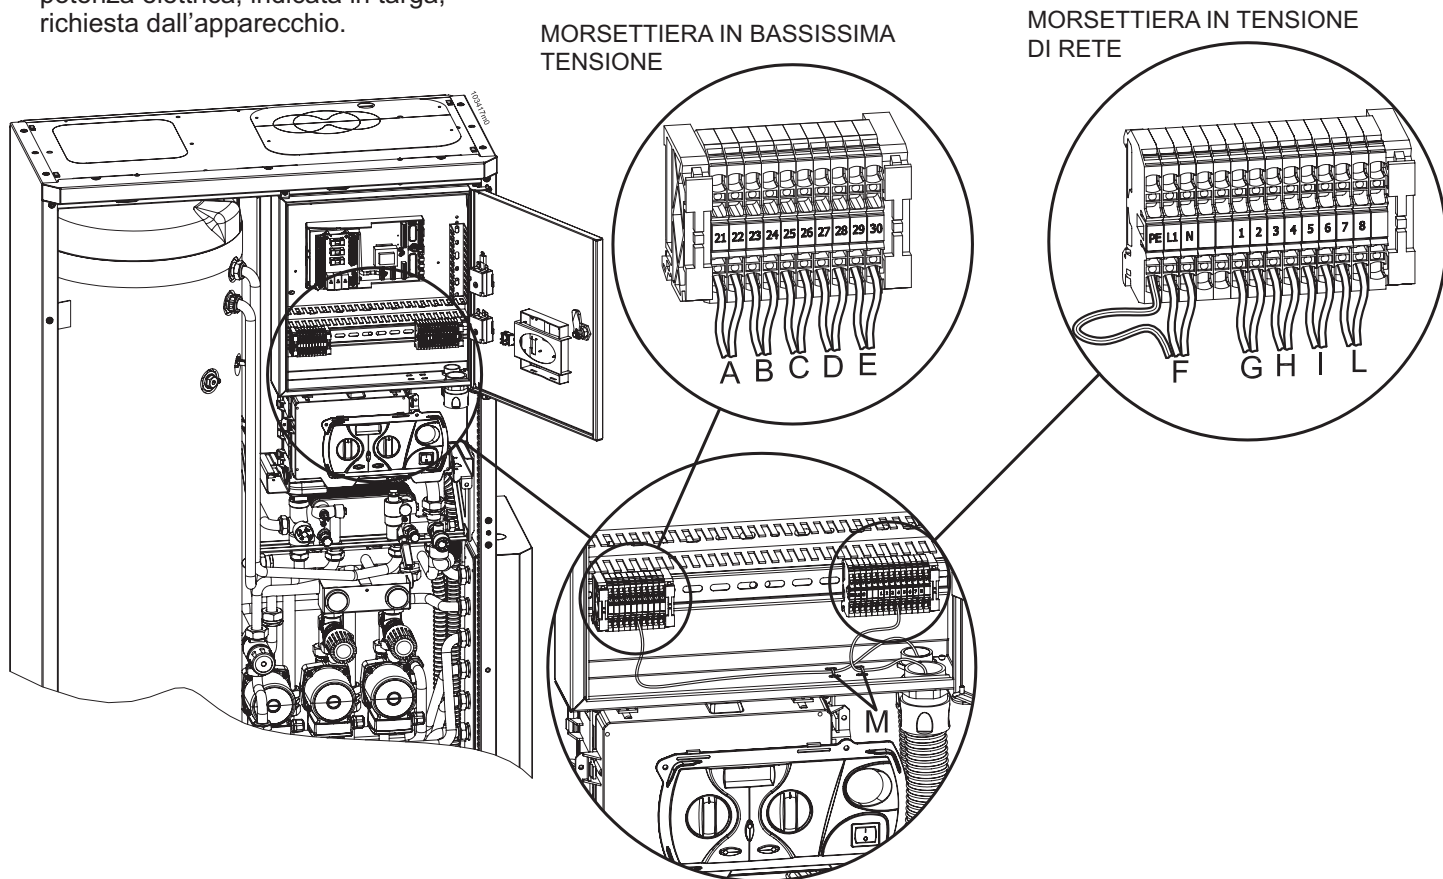
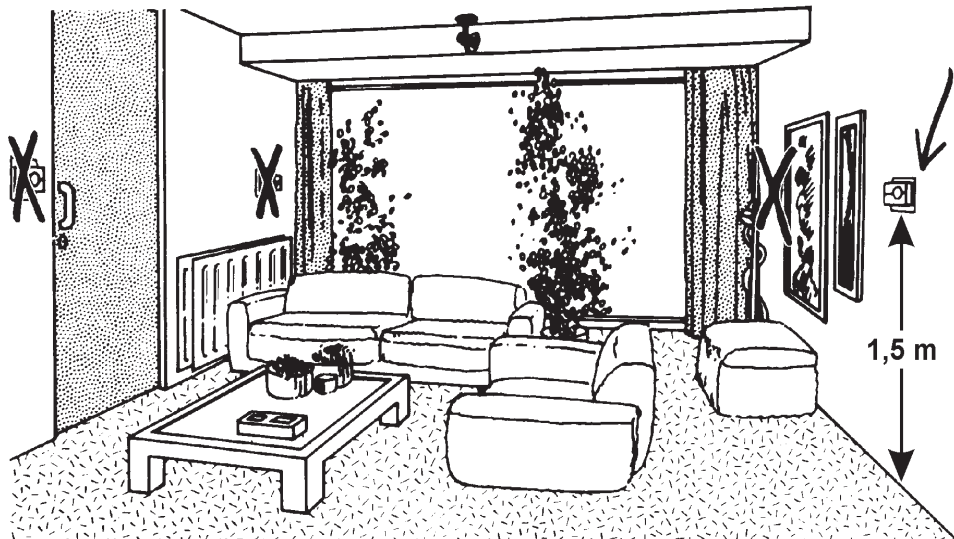

Figura 15 - Collegamenti elettrici
Figura 16 - Posizionamento corretto del termostato ambiente/cronotermostato
Per l'allacciamento del cavo di alimentazione elettrica, procedere come di seguito (fare riferimento alla figura 15):
Per l'allacciamento del cavo del termostato ambiente, procedere come di seguito (fare riferimento a figura 15):
- collegare i 2 capi del cavo ai morsetti "21" e "22" (vedi part. "A" figura 15).
Installare il termostato ambiente in un punto dell'abitazione la cui temperatura, sia il più possibile quella caratteristica dell'abitazione e comunque in una zona non soggetta a repentini sbalzi di temperatura, lontano da finestre o porte che danno direttamente all'esterno (vedere figura 16). Per l'allacciamento del cavo del termostato ambiente, procedere come di seguito (fare riferimento alla figura 15):
- collegare il cavo bipolare ai morsetti "23" e "24" di cui in figura 15 particolare "B";
Installare il Comando remoto CR04 in un punto dell'abitazione la cui temperatura sia il più possibile quella caratteristica dell'abitazione e comunque in una zona **non** soggetta a repentini sbalzi di temperatura, lontano da finestre o porte che danno direttamente all'esterno (vedere figura 16).
- collegare i 2 capi del cavo ai morsetti "29" e "30" della caldaia (vedi figura 15 part. E).